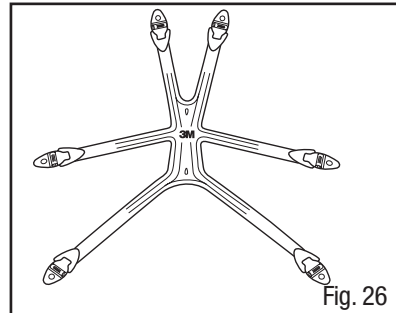

Fig. 26
3. Coloque el arnés para la cabeza hacia abajo en una superficie plana con el logotipo de 3M mirando hacia arriba (Fig. 26).